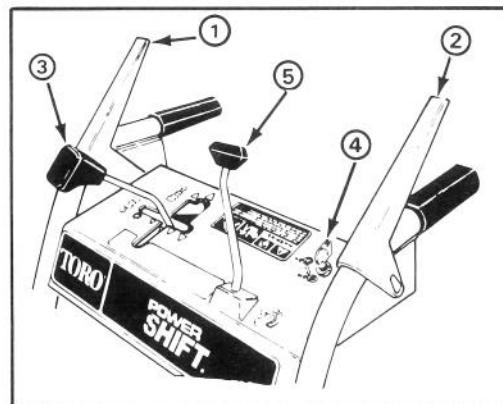

Abbildung 9
Räumwerkkupplungshebel (Abb. 9)—Dieser Hebel hat zwei Stellungen: EIN und AUS. Zum Einschalten des Räumwerks und Gebläses den Hebel zum linken Griffholm drücken. Um den Antrieb zu stoppen, den Hebel loslassen.
Antriebshebel (Abb. 9)—Dieser Schalter hat vier Gänge nach vorwärts und zwei nach rückwärts; er steuert auch den Power Shift-Betrieb der Räder.
Räumwerk-Sperre: (Abb. 9)—Wenn sowohl der Räumwerkkupplungshebel als auch der Antriebshebel gedrückt werden, sperrt der Antriebshebel den Räumwerkkupplungshebel nach unten. Durch Freigabe des Antriebshebels wird der Räumwerkkupplungshebel freigegeben..
Auswurfkontrolle (Abb. 9)—Auswurfkontrolle im Uhrzeigersinn rotieren, um den Auswurf nach rechts zu bewegen, und gegen den Uhrzeigersinn, um den Auswurf nach links zu bewegen.
Auswurfkontrolle (Abb. 9) — Auswurfkontrolle im Uhrzeigersinn rotieren, um den Auswurf nach rechts zu bewegen, und gegen
Zündschloß (Abb. 9)—Das Zündschloß hat zwei Stellungen: EIN und AUS. Den Zündschlüssel EIN drehen, ehe der Motor mit dem Rücklaufstarter angeworfen wird. Zum Abstellen des Motors den Schlüssel auf AUS drehen.
1. Den Geschwindigkeitshebel auf N—neutral—stellen sowie die Drossel auf SCHNELL (Abb. 9).
4. Den Zündschlüssel auf EIN drehen (Abb. 9).
1. Räumwerkkupplungshebel und Antriebshebel lösen (Abb. 9).